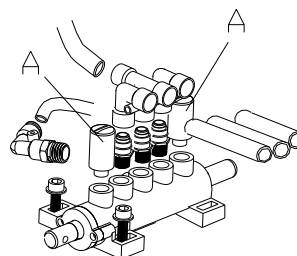

Рис. 21
3. Очистите глушители шума сжатым воздухом или замените их в случае повреждения рекомендованными запасными частями. Рис. 21